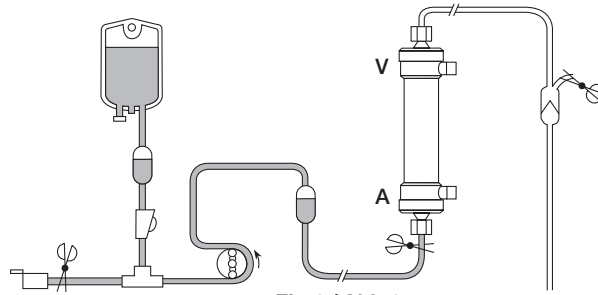

Fig.1 / Abb.1
- Vul de arteriële bloedlijn met fysiologische zoutoplossing, eerst de kant van de verbinding met de vasculaire toegang en vervolgens de kant van de verbinding met de dialysator. Klem beide uiteinden van de arteriële slang vast en deze op de arteriële poort van de dialysator is aangesloten. Sluit dan de veneuze slang aan op de veneuze poort van de dialysator (Fig. 1).